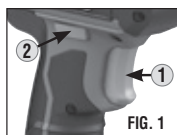

FIG. 1
BOTÓN DE ACCIONAMIENTO HACIA ADELANTE/ATRÁS/BLOQUEO DEL GATILLO ② (FIG. 1): El botón tiene tres posiciones: posición de accionamiento hacia adelante (para cortar cables), posición de accionamiento hacia atrás (para retraer la cuchilla) y posición de bloqueo (bloquea el funcionamiento de la herramienta en ambas direcciones).